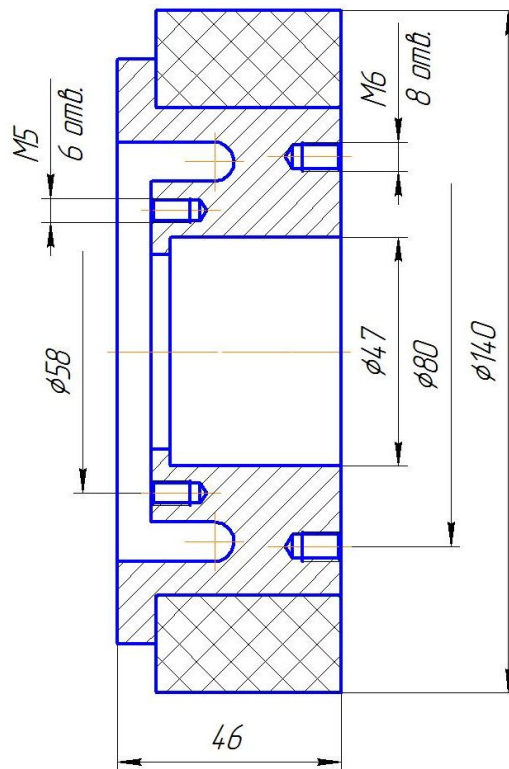

Рис. 2.24. Пример простановки размеров на сборочном чертеже «Колесо»
- Нанесите размеры на сборочную единицу «Колесо» (рис. 2.24) [7, 8].